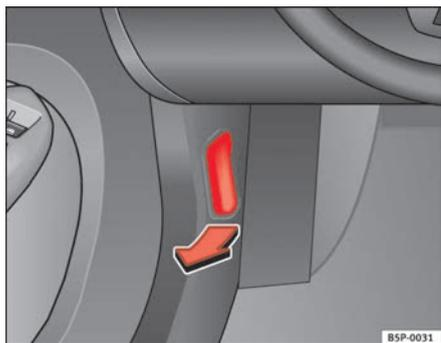

Fig. 141 Detalle de la zona reposapiés del lado del conductor: palanca para el desbloqueo del capó del motor.
- Tire de la palanca que se encuentra bajo el tablero de instrumentos ⇒ fig. 141 en el sentido que indica la flecha. El capó queda desbloqueado por la acción resorte del muelle ⇒ ⚠.